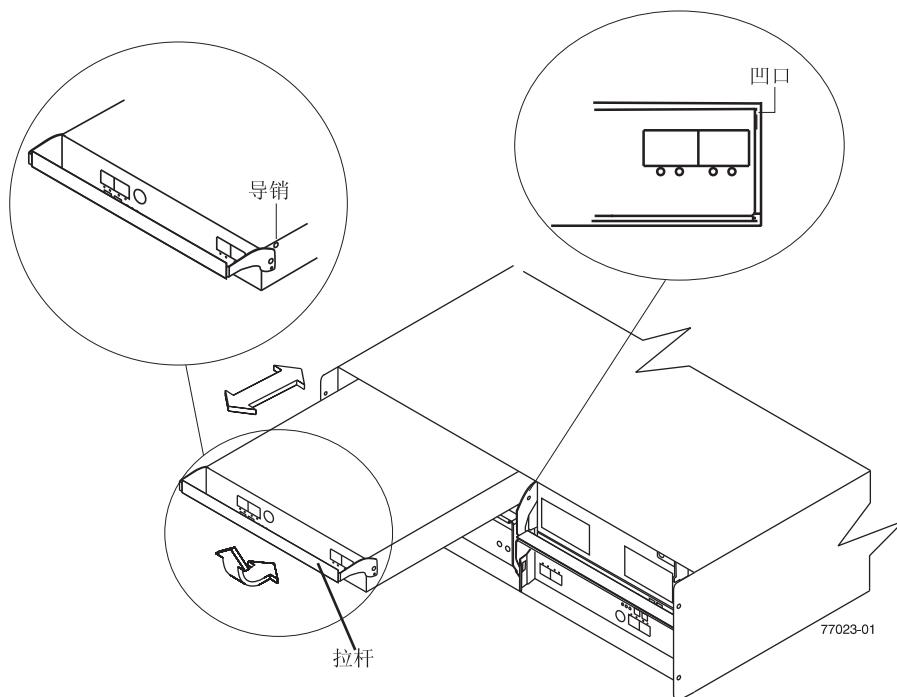

图 37. 卸下并更换环境服务模块 (ESM)
8. 挤压滑锁的同时, 将拉杆拉开到 90° (使拉杆呈水平状态)。如第 79 页的图 37 中所示, 将拉杆从机箱拉出以从 EXP520 中面板卸下 ESM。
- b. 如第 79 页的图 37 中所示, 慢慢地将拉杆从 EXP520 机箱拉出, 以从 ESM 托架中卸下 ESM。(从机箱卸下 ESM 并将其放置到防静电释放 (ESD) 的平面上。)